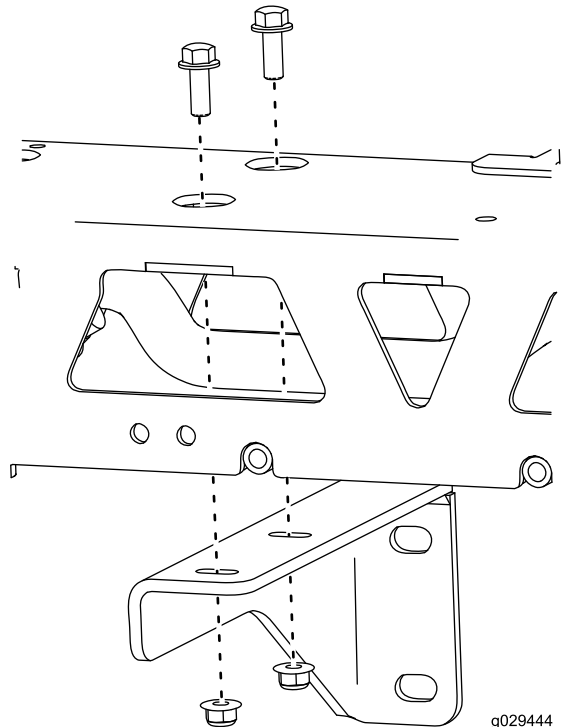

**図 8**
5. 取り付けブラケットが固定されている穴に印をつける 図 8。
6. 両方の取り付けブラケットからナット2個とボルト2本を外し、機体からブームアセンブリを外す 図 8。